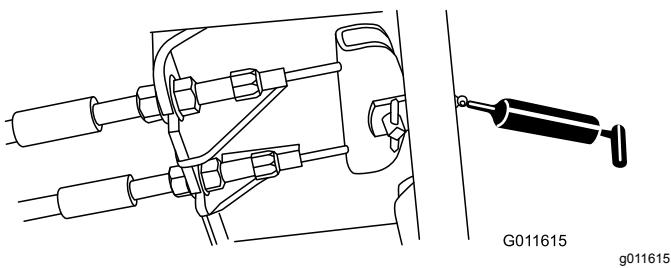

Figura 50
- Pedal de freno (1) (Figura 50)